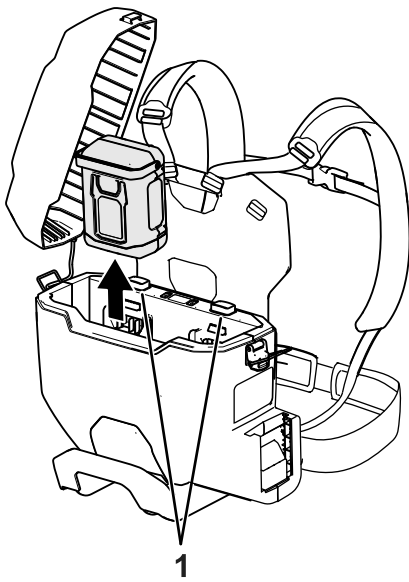

Figure 14
3. Appuyez sur le bouton de verrouillage et soulevez la ou les batteries hors du bloc dorsal (Figure 14).